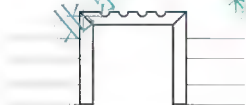
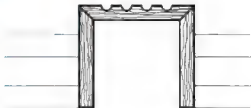

图 5.83 光标移动轨迹为绿线
图 5.84 绘制木纹
(10) 关闭【正交】和【对象捕捉】功能，在命令行输入“Sketch”后按 Enter 键，启动【徒手绘图】命令。
(11) 在记录增量 <1.0000>: 提示下，输入“2”。
(12) 在徒手画、画笔(P)/退出(X)/结束(Q)/记录(R)/删除(E)/连接(C): 提示下，单击一点作为徒手画的起点，此时命令行提示<笔落>，表示“画笔”已经落下。
(13) 按照木纹的材料图例移动光标，观察绘图区域，屏幕上会出现显示光标轨迹的绿线，如图 5.83 所示。
(14) 绘制一段木纹后单击，此时命令行提示<笔提>，表示“画笔”抬起，这时可以将光标移到其他位置。由于处于“提笔”状态，所以 AutoCAD 并不记录这段光标的轨迹。
(15) 继续绘制其他木纹后按 Enter 键结束命令，绘制的绿线变为当前层的颜色，结果如图 5.84 所示。